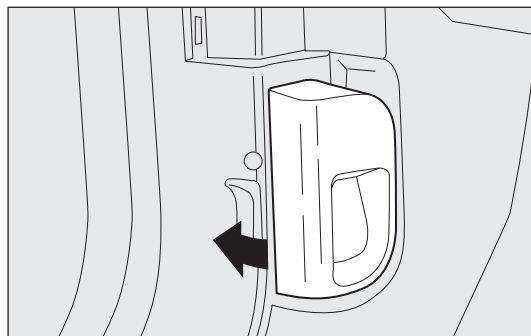

fig. 100
- ☐ tirer la manette fig. 100 dans le sens indiqué par la flèche ;